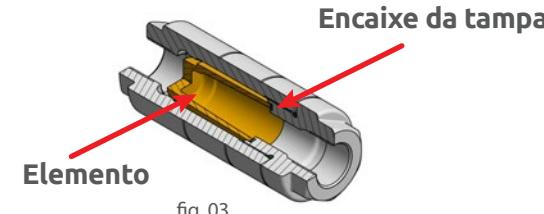

fig. 03
- Elimine a sujeira acumulada, lave-a com querosene ou óleo diesel com auxílio de um pincel, sopre com um bico de ar comprimido de fora para dentro do elemento e remonte cuidadosamente auxiliando com os dedos pelo orifício de entrada para direcionar o elemento corretamente aos encaixes da tampa; (Fig.03).